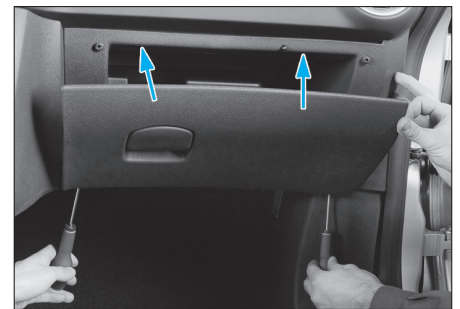

Fig. 24
- Déposer la boîte à gants (4 vis) (Fig.24).